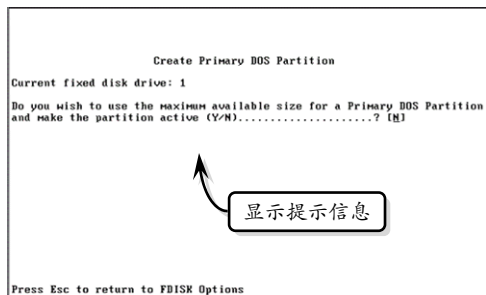

图 3-30 检测磁盘
- 4 按数字键 1 选择“创建主 DOS 分区”选项后, 按【回车】键确认。此时, FDISK 将检查磁盘, 完成后向用户发出“是否希望将整个硬盘空间作为主分区并激活?”的提示信息, 如图 3-30 所示。